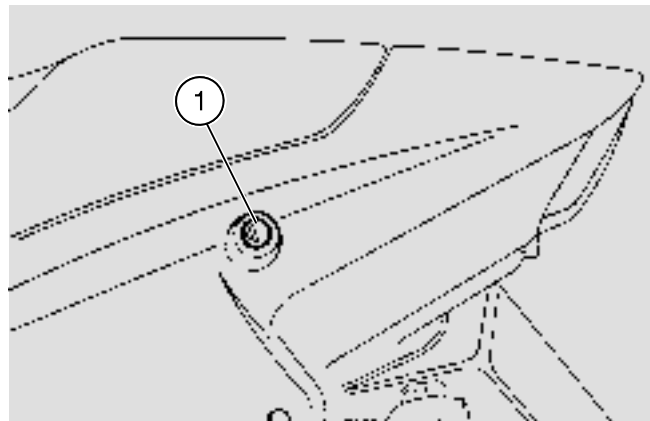

Fig. 9
DEBLOCAGE/BLOCAGE DE LA SELLE (Fig. 9)
- ◆ Soulever la selle, voir page 23 (DEBLOCAGE/BLOCAJE DE LA SELLE (Fig. 9)).
- ◆ Dévisser et enlever le bouchon du réservoir à carburant (1).